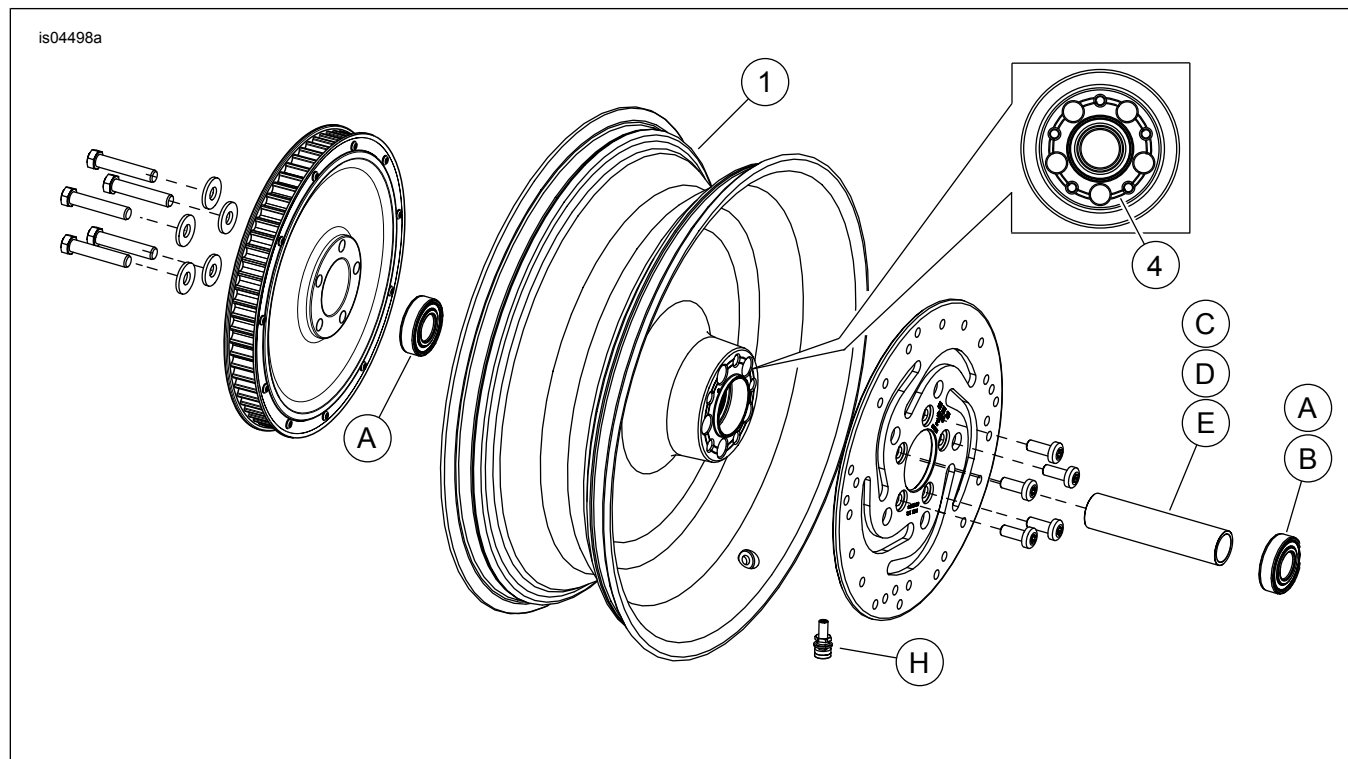

Figura 1. Peças de reposição: Rodas forjadas de disco sólido traseiras
Consulte Figura 1 e Tabela 2
2. Consulte Figura 1. Instale o conjunto da haste de válvula (H) na roda. Consulte PNEUS no manual de serviço.